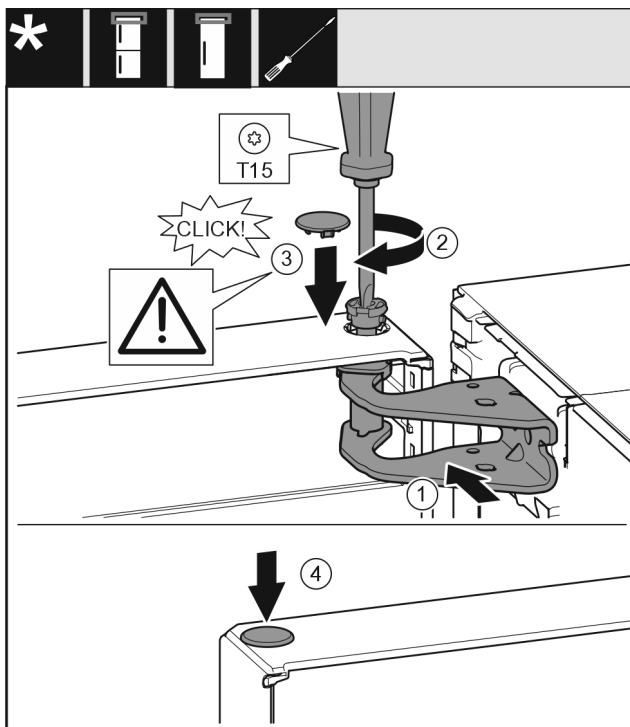

Fig. 23
- ▶ Duris viršuje išlygiuokite į atraminės gembės angą. Fig. 23 (1)
- ▶ Įstatykite kaištį Fig. 23 (2) ir tvirtai prisukite atsuktuvu.
- ▶ Durims užfiksuoti sumontuokite apsauginę dengiamąją plokštelę Fig. 23 (3): uždėkite apsauginę dengiamąją plokštelę ir patikrinkite, ar ji priglunda prie durų. Kitu atveju įstatykite iki galo varžtą.
- ▶ Įstatykite kamštį Fig. 23 (4).